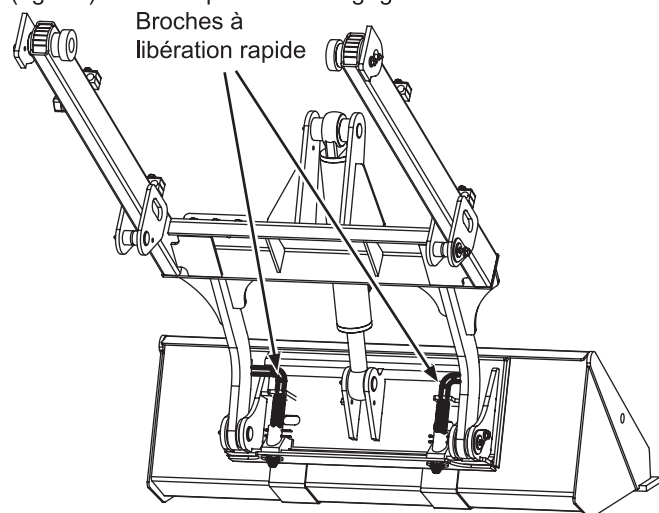

Fig. 14
Avant de démarrer et de conduire la machine, vérifiez toujours que l'attache est engagé dans la plaque d'attache (5) et que les broches à libération rapide (fig. 14) sont complètement engagées.
Avant d'installer l'attache, assurez-vous que la plaque d'attache (5) et la plaque de montage correspondante sur l'attache sont exemptes de saleté ou de débris et que les broches à libération rapide (fig. 14) se déplacent librement. Si les broches ne bougent pas librement, graissez-les.